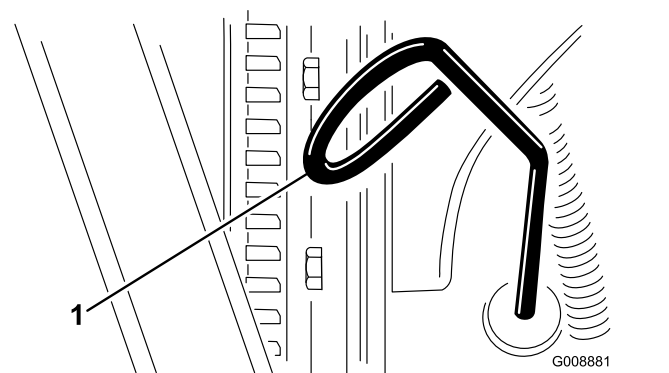

Figura 20
2. Togliete l'asta di livello ed asciugatela con un panno pulito (Figura 20).